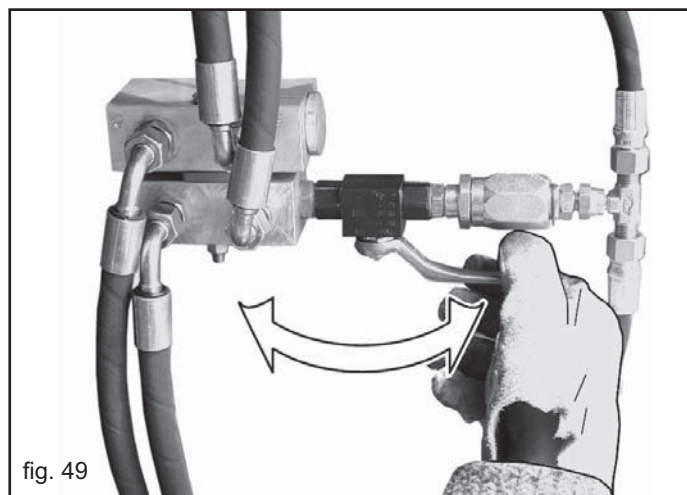

fig. 49
**IMPORTANTE!** Sulle versioni trainate, l'impianto è comune con quello del carrello posteriore, vengono contemporaneamente azionati dallo stesso distributore del trattore. Una valvola, sita posteriormente alla macchina, permette di aprire e chiudere il circuito dell'erpice a seconda delle esigenze (Fig. 49).
Usando l'erpice copriseme posteriore in posizione di lavoro si dovesse escludere il circuito dello stesso per mezzo della valvola (Fig. 49), durante le fasi di manovra è assolutamente necessario alzare completamente la seminatrice.
**Con erpice abbassato e circuito chiuso dalla valvola (Fig. 49), è assolutamente necessario alzare completamente la seminatrice durante le fasi di manovra.**